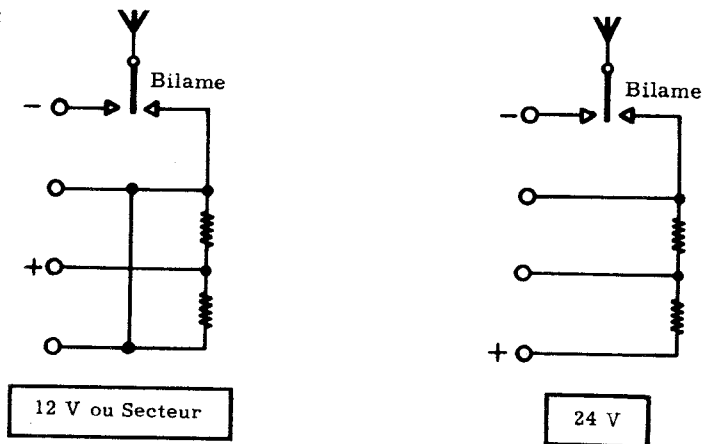

Fig. 35 - Schéma simplifié de la commutation 12/24 V des étuves H.F. et F.I.
- Étuves H.F. (E 5) et F.I. (E 6) fig. 35.